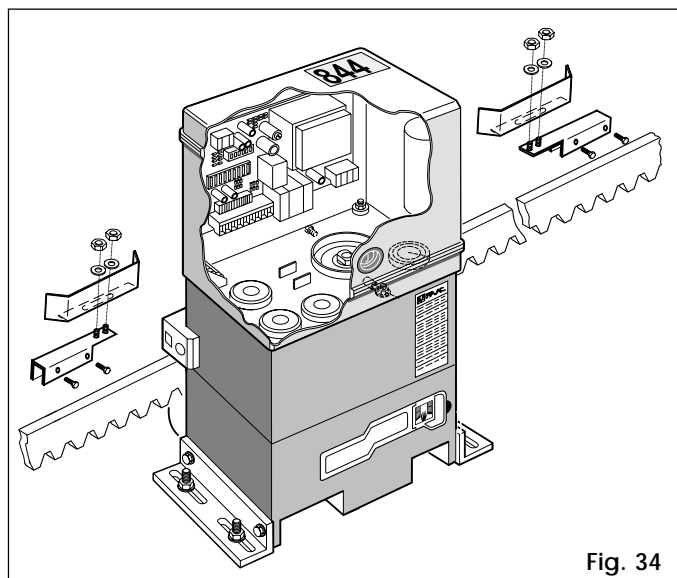

Fig. 34
- 2) Assemblare il finecorsa centrando il lamierino rispetto ai perni filettati del supporto (Fig.34).